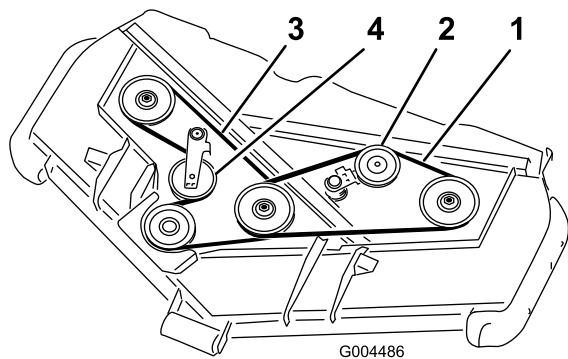

図 18
3. バールなどの工具を使って上ベルト用アイドラプリー(図 18)をベルトから引き離してベルトの張りをなくす。
4. 図 18のように、ギアボックスプリー、下ベルト用スピンドルプリー、アイドラプリーに新しいベルトを回しかける。
5. 図 18のように、上ベルト用スピンドルプリーとアイドラプリーアセンブリに新しいベルトを回しかける。